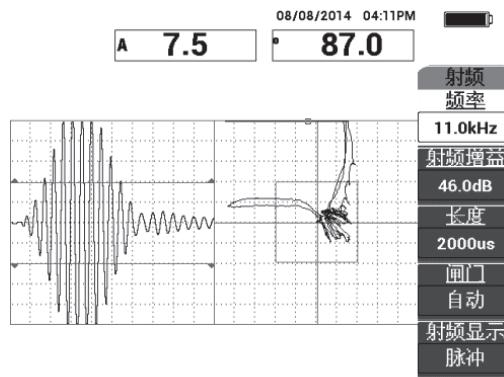

图 6-4 探测远端和近端脱粘缺陷
- 在远端和近端脱粘的区域上扫查，然后在继续使用探头扫查脱粘缺陷的过程中，确保探测到这两个缺陷 (参见第 115 页的图 6-4)。